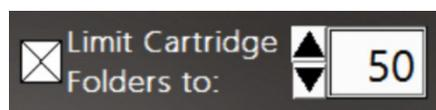

Figure 31 : commandes Limiter les dossiers de données des cartouches
**Remarque :** les fichiers de données brutes (.bin) représentent chacun environ 1,25 Go. Lorsque la case **Limit Cartridge Folders to** (Limiter les dossiers de données des cartouches à) est cochée (Figure 31), le logiciel ne conserve que les *N* dossiers les plus récents (où *N* est le nombre saisi dans le champ en regard de **Limit Cartridge Folders to** [Limiter les dossiers de données des cartouches à]). Tous les dossiers de données des cartouches plus anciens sont supprimés.